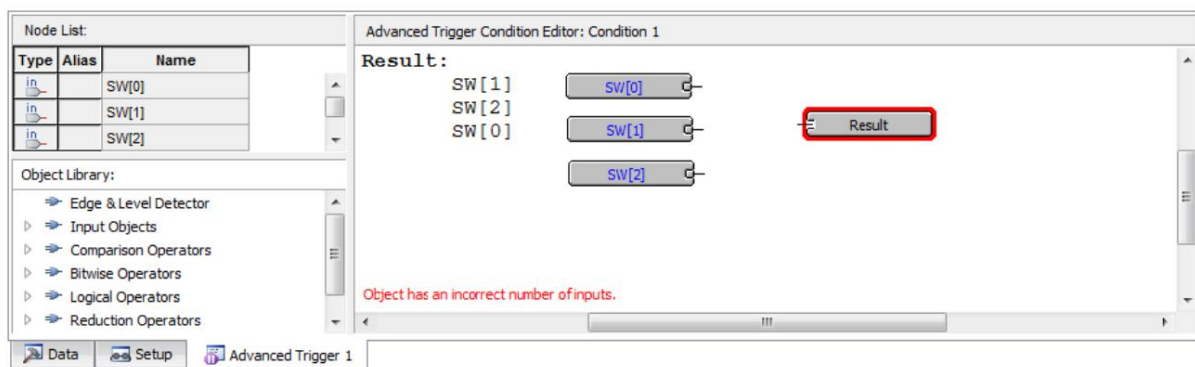

Figure 19. Les trois nœuds d'entrée d'intérêt glissés dans la fenêtre d'édition de déclencheur avancé.
4. Dans la section de liste de nœuds de cette fenêtre, mettez en surbrillance les 3 nœuds SW[0] à SW[2], puis cliquez dessus et faites-les glisser dans l'espace blanc de la fenêtre de déclenchement avancé, ce qui donne la Figure 19. Notez que vous pouvez également faire glisser et déposer chaque nœud individuellement.